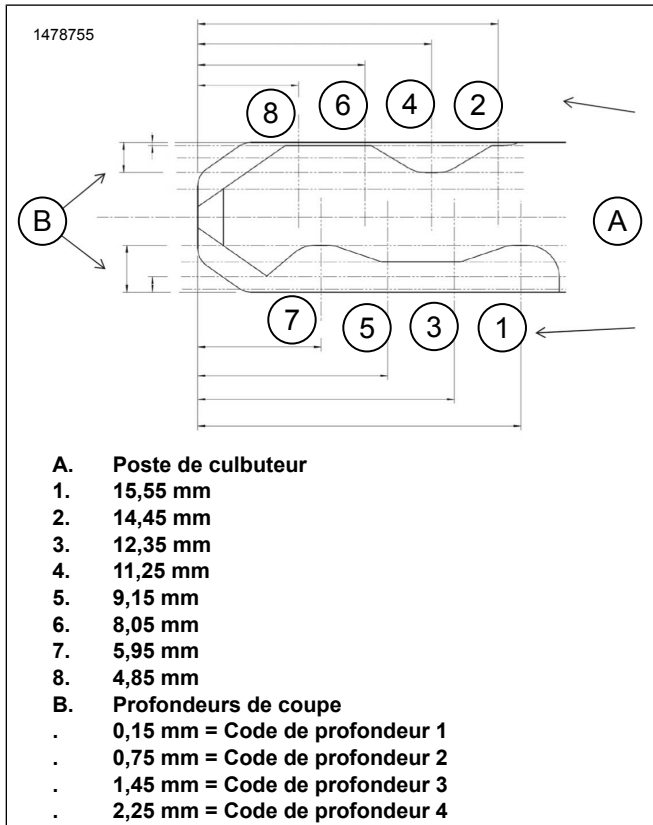

Figure 3. Diagramme de code de clé
- Figure 3 Sur Équipement d'origine (Équipement d'origine) la clé du véhicule, déterminer la profondeur de coupe à chaque position de la clé.
- ² Tableau 3 Écrire des codes de profondeur de la clé à partir de Figure 3 basés sur les profondeurs de coupe mesurées.